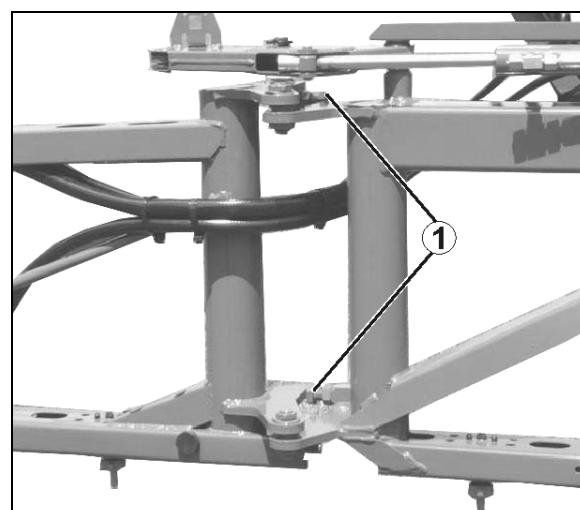

Fig. 157
1. Desfaceți contrapiulița șurubului de reglaj (Fig. 157/1).